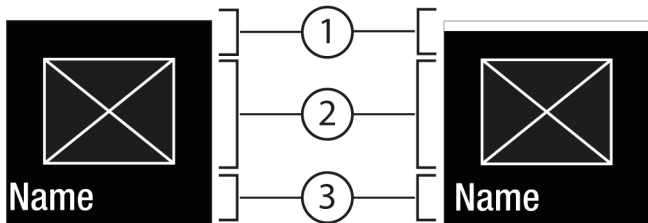
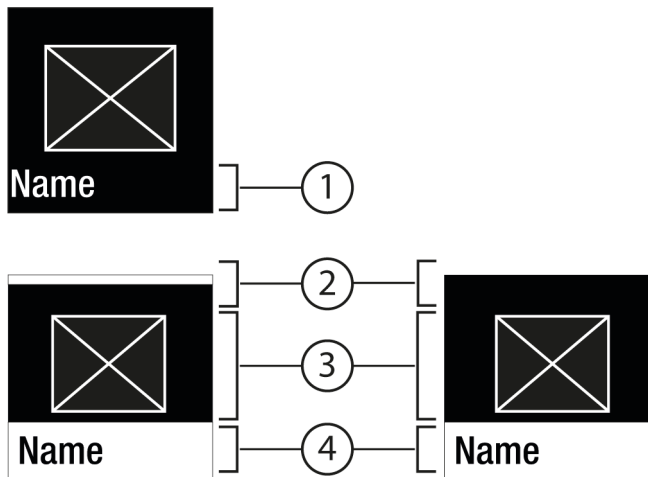

Fig. 6
Fig. 7
- Con Conferma Fig. 5 (2) richiamare il sottomenu Fig. 7 (4).
- Impostare un valore nuovo: Con Conferma Fig. 5 (2) selezionare un valore disattivato Fig. 6 (1).
- Ritorno al menu: Con Conferma Fig. 5 (2) selezionare un valore già attivato Fig. 6 (2).
- ▷ Stato: attivato Fig. 6 (1) è visualizzato brevemente nel sotto-menu Fig. 7 (4).